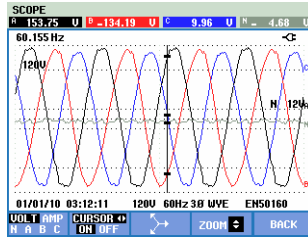

Figura 23-2. Tela de forma de onda, cursor ativado
- Pressione F2 para ativar o cursor. Use as teclas de seta para esquerda/direita para mover o cursor horizontalmente ao longo das formas de onda. O valor das formas de onda no cursor é exibido no cabeçalho da tela, conforme mostrado na Figura 23.2.